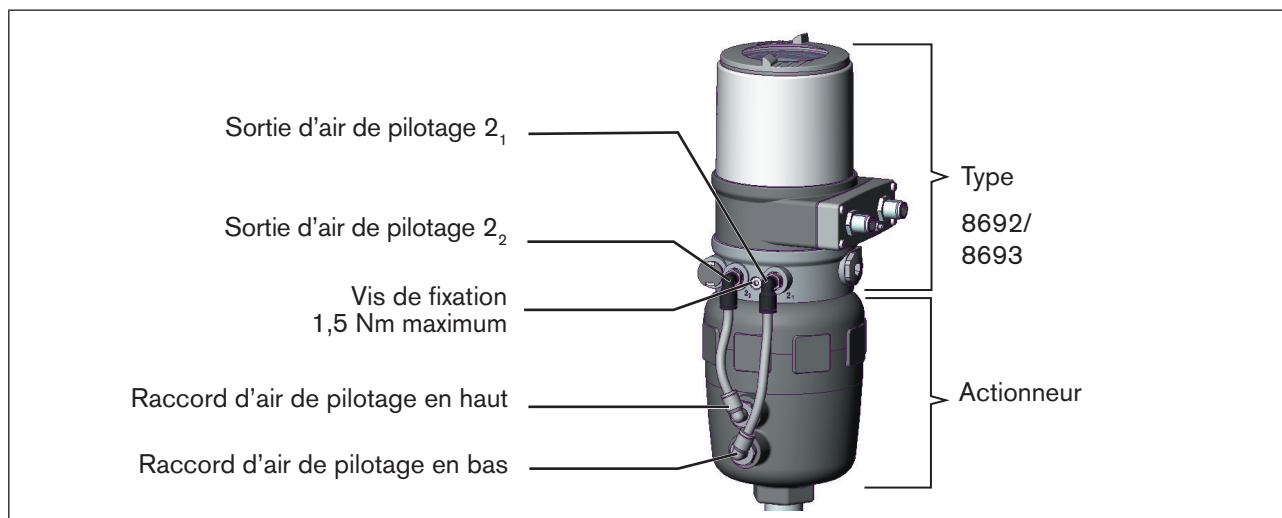

Figure 20 : Montage du type 8692/8693 sur des vannes de process des séries 26xx et 27xx
Veillez à ce que les raccordements pneumatiques du type 8692/8693 et ceux de l'actionneur soient de préférence superposés (voir « Figure 20 »).
- Fixer le type 8692/8693 sur l'actionneur à l'aide des deux vis de fixation latérales. (voir « Figure 20 »). Ne serrer les vis que légèrement (couple de serrage maximum : 1,5 Nm).